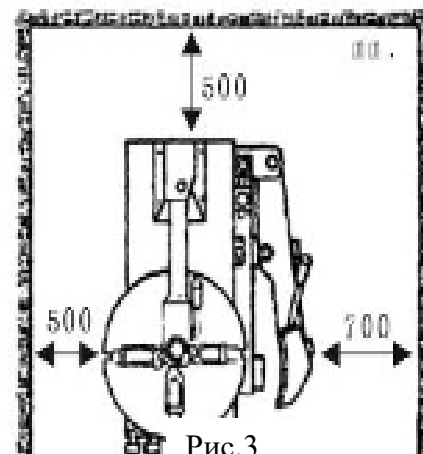

Рис.3
2) Установить колонну (принадлежности см. на чертежах деталировки) (3, рис. 3) в квадратное отверстие корпуса (1, рис. 3) станка с 4 винтами M12, пропустить воздушный шланг (2, рис. 3) через отверстие в колонне. Затянуть 4 контргайки (8, стр. 3).
3) Вставить винт (9, рис. 3) в отверстие колонны и соединить его со штоком цилиндра поворота колонны (11, рис. 3), затянуть соединение контргайкой (10, рис. 3).
4) Открутить два винта крепления левого кожуха и снять кожух, подключить шланг подачи воздуха (2, рис. 3) к 5-ходовому клапанному блоку. Зафиксировать кожух.
- 5) Установить пластиковый кожух (7, рис. 3) и закрепить его двумя болтами (4, рис. 3).
- 7) Установить задний пластиковый кожух (5, рис. 3) на колонну и закрепить его винтом (6, рис. 3).